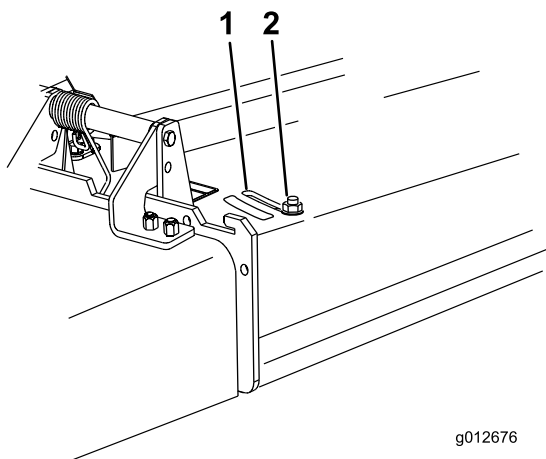

Figura 24
3. Para ajustar el deflector, afloje la tuerca (Figura 24).